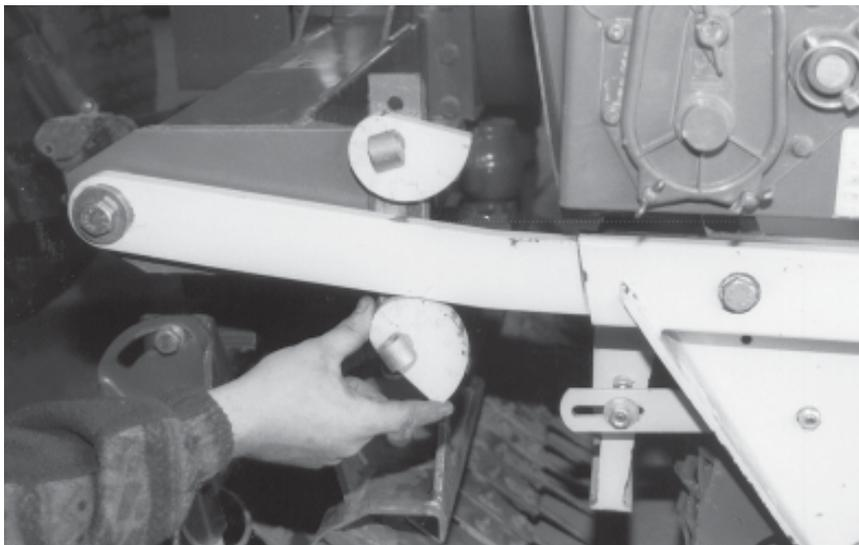

Abb. 22
- Drehen Sie die unteren Exzenter, bis die Tragarme arretiert sind (Abb. 22),